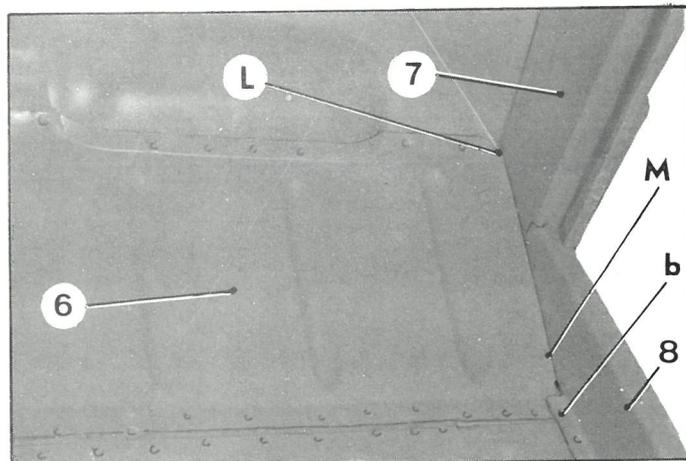

Fig. 6
- en LM (fig. 6) (en soudant ensemble les tôles (6) et (7) au brancard (8) de bas de caisse)